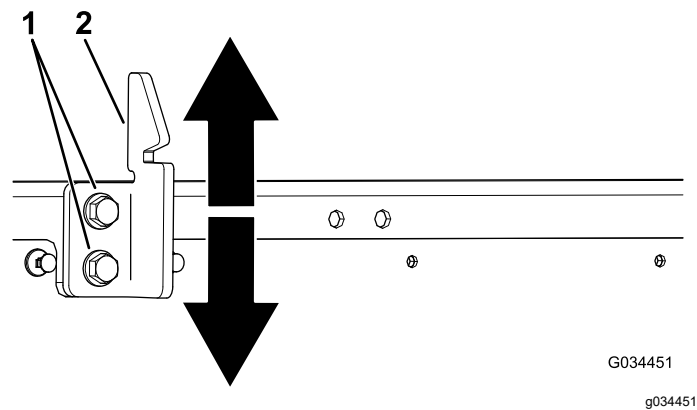

图 67
- 3. 拧松货斗门锁撞销上的 2 个螺栓并向上或向下取决于撞销过高还是过低移动撞销图 67。
- 4. 拧紧货斗门锁撞销上的 2 个螺栓图 67。